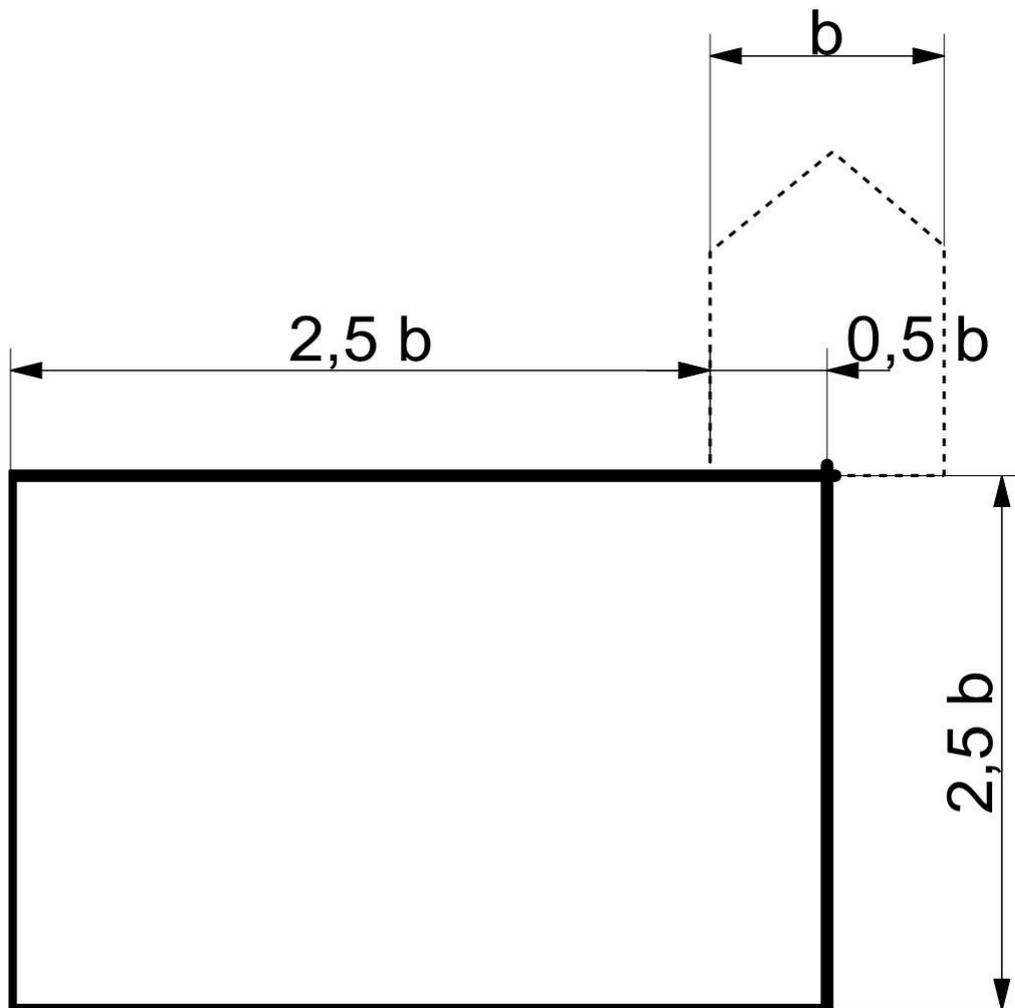

Abbildung 3: Darstellung der Schnittebenen für ein 2-D-Modell, das das umgebende Erdreich einschließt (b Fußbodenbreite).
- im Erdreich nach Abbildung 3
^a Siehe Abbildung 3.